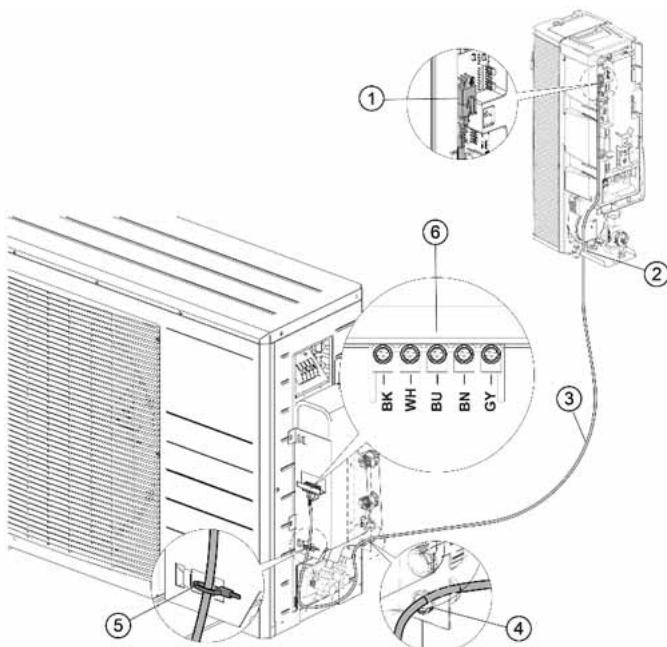

Abb. 24: Befestigung der Drähte an der Fühlerklemmleiste (6)
- Schließen Sie das Kabel (3) des Kältemittel- sowie Vor- und Rücklauftemperaturfühlers an den Anschluss J1 (1) der Inneneinheit an.
- Führen Sie das Kabel (3) durch eine M16-Kabelverschraubung (2) der Inneneinheit.
- Verlegen Sie das Kabel (3) zur Außeneinheit.
- Führen Sie das Kabel durch die untere Kabelverschraubung (4) der Außeneinheit.
- Ziehen Sie das Kabel (3) mindestens 50 cm nach oben.
- Befestigen Sie die Drähte mit Aderendhülsen gem. Abb. 24 an der Fühlerklemmleiste (6) der Außeneinheit.
- Befestigen Sie das Kabel (3) mit einem Kabelbinder an der Halterung (5) der Außeneinheit.
Legende zu Abb. 24: